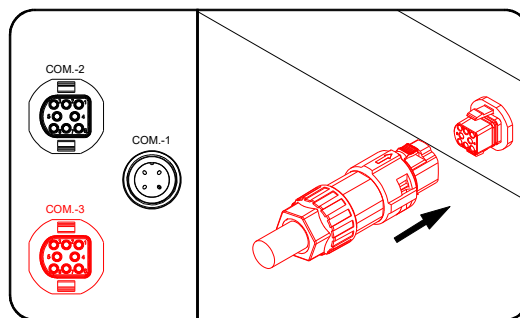

FIG 9 Insert the plug onto the inverter
- 7) Localize o receptáculo correspondente no inversor, remova a tampa de proteção, insira o plugue no receptáculo e certifique-se de que esteja totalmente encaixado, conforme a FIG 9.